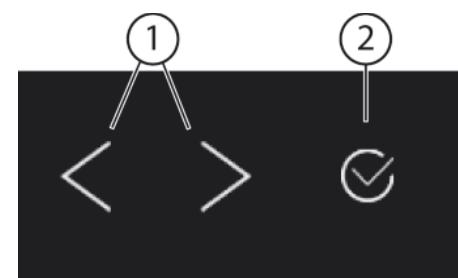

Fig. 5
(1) Навигационная стрелка влево / вправо
(2) Подтвердить
Навигационная стрелка влево / вправо Fig. 5 (1):
Подтвердить Fig. 5 (2):
- Навигация при помощи навигационной стрелки влево / вправо Fig. 5 (1).
- С помощью Подтвердить Fig. 5 (2) активировать Fig. 6 (1) / деактивировать Fig. 6 (1) функцию / настройку.
- С помощью Подтвердить Fig. 5 (2) вызвать Подменю Fig. 7 (4).
- Установка нового значения: С помощью Подтвердить Fig. 5 (2) выбрать деактивированное значение Fig. 6 (1).
- Назад в меню: С помощью Подтвердить Fig. 5 (2) выбрать уже активированное значение Fig. 6 (2).
- Навигационные стрелки Fig. 5 (1) нажмите до тех пор, пока не появится индикация функции .
- Нажмите на Подтвердить Fig. 5 (2).
- ▶ С помощью навигационных стрелок *Fig. 5 (1)* выберите значение настройки.
- ▶ Нажмите на Подтвердить *Fig. 5 (2)*.
- ▶ Нажмайте навигационные стрелки *Fig. 5 (1)* до тех пор, пока не появится индикация настроек .
- ▶ Нажмайте навигационные стрелки *Fig. 5 (1)* до тех пор, пока не появится индикация требуемой настройки.